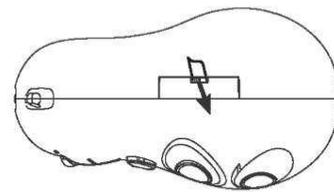

Abb.4
1. Verwenden Sie einen spitzen Gegenstand wie einen flachen Schraubendreher zum Öffnen des Batteriefachs wie in Abb. 4 gezeigt.